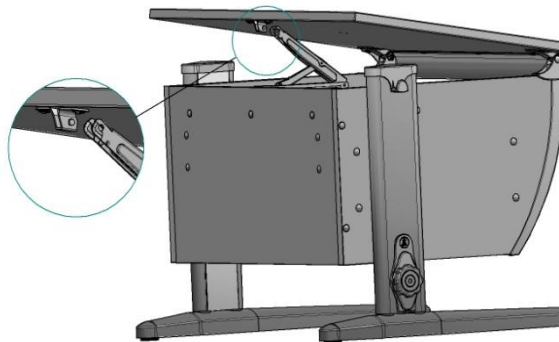

Рис. 33
4.6.2. Фиксатор столешницы Multiflex верхней частью ввести в кронштейн верхний, согласно рис. 33; 33а.
Рис. 33а
4.6.7. Фиксатор столешницы Multiflex верхней частью ввести в кронштейн верхний, согласно рис. 33; 33а.